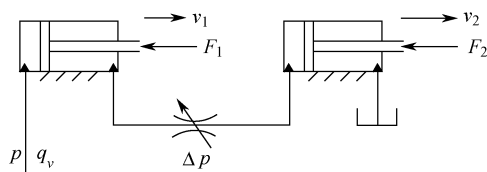

图 1-3-5
3. 如图 1-3-5 所示液压系统, 两液压缸规格相同, 活塞面积均为  $0.02\text{m}^2$ , 活塞杆面积均为  $0.012\text{m}^2$ , 负载  $F_1=12\text{kN}$ ,  $F_2=20\text{kN}$ , 速度  $v_2=0.01\text{m/s}$ , 节流阀两端压力差  $\Delta p=0.5\text{MPa}$ 。其余损失不计。试计算: